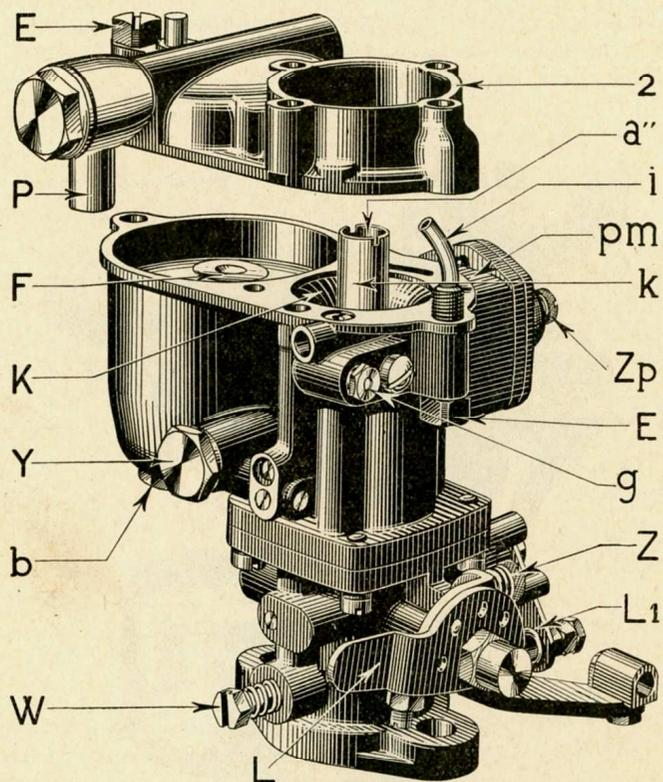

Fig. 6. — Carburateur inversé (montage 20) démonté.
— Pour les inversés, les gicleurs sont accessibles sans démontage. En desserrant les vis de démontage (E) (fig. 6), on pourra retirer le dessus de cuve, ce qui permettra d'atteindre les pièces intérieures.